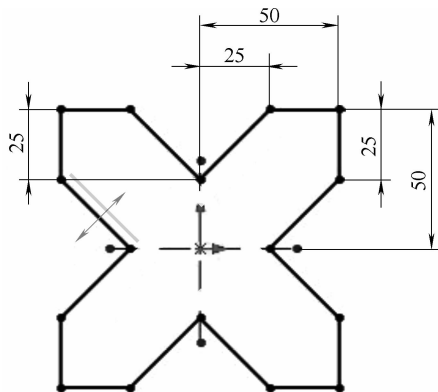
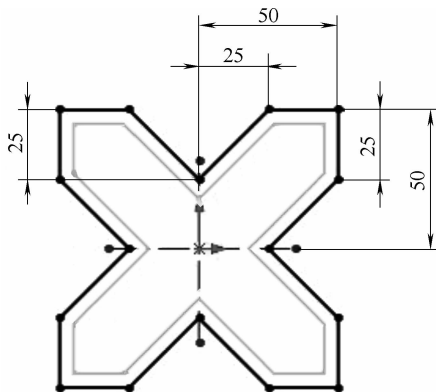

图 2-31 未勾选【选择链】复选框的等距实体
图 2-32 勾选【选择链】复选框的等距实体
(3) 【选择链】复选框 可以为等距的草图元素选择等距单一元素还是整体相连的元素，如图 2-31 和图 2-32 所示。